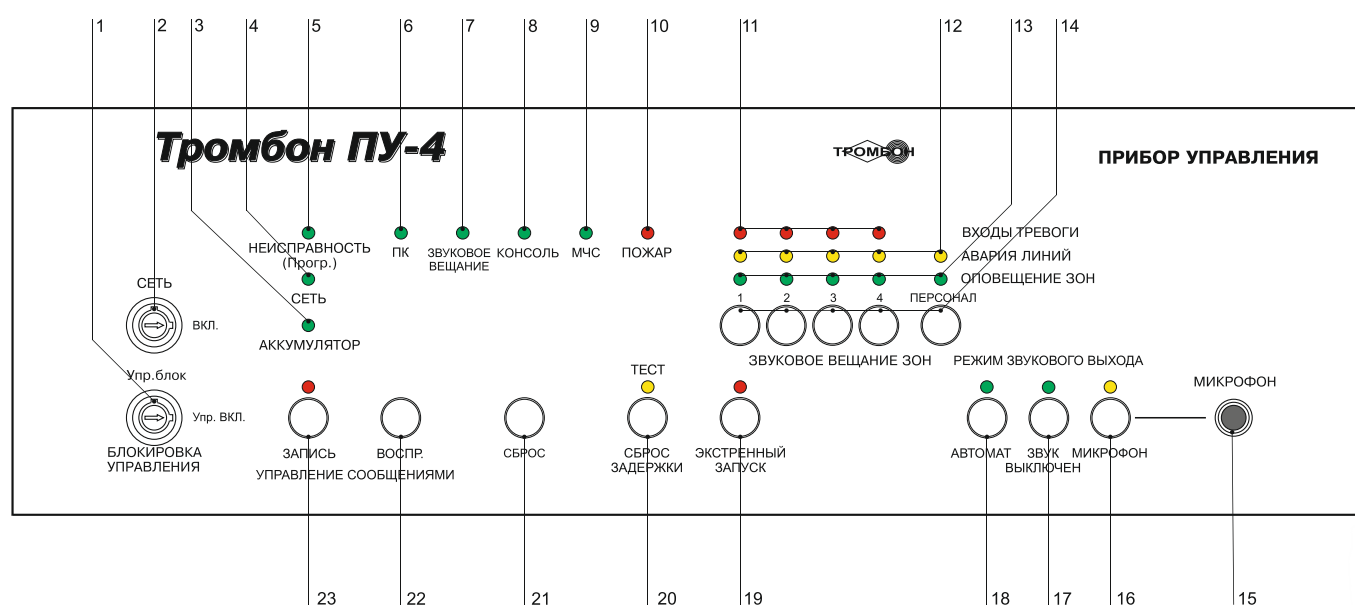

Рис. 1. Внешний вид ПУ «Тромбон ПУ-4» и расположение органов управления и индикации.
4. Любые другие значения сопротивления линии связи, воспринимаются Прибором как авария линии связи с ППКП. На передней панели Прибора загорается индикатор аварии линий (рис. 1, поз. 12) соответствующий номеру неисправной линии и периодически издает звук зуммера.
Основной режим работы Прибора. В этом режиме все реле Прибора выключены, питание на усилитель мощности не подается. В «Дежурном режиме» Прибор выполняет контроль входов пожарной сигнализации, входа МЧС и контроль линий связи с оповещателями. В «Дежурном режиме» работы на передней панели Прибора горят индикаторы «Сеть», «Аккумулятор» и «Автомат» (рис. 1, поз. 4, 18).